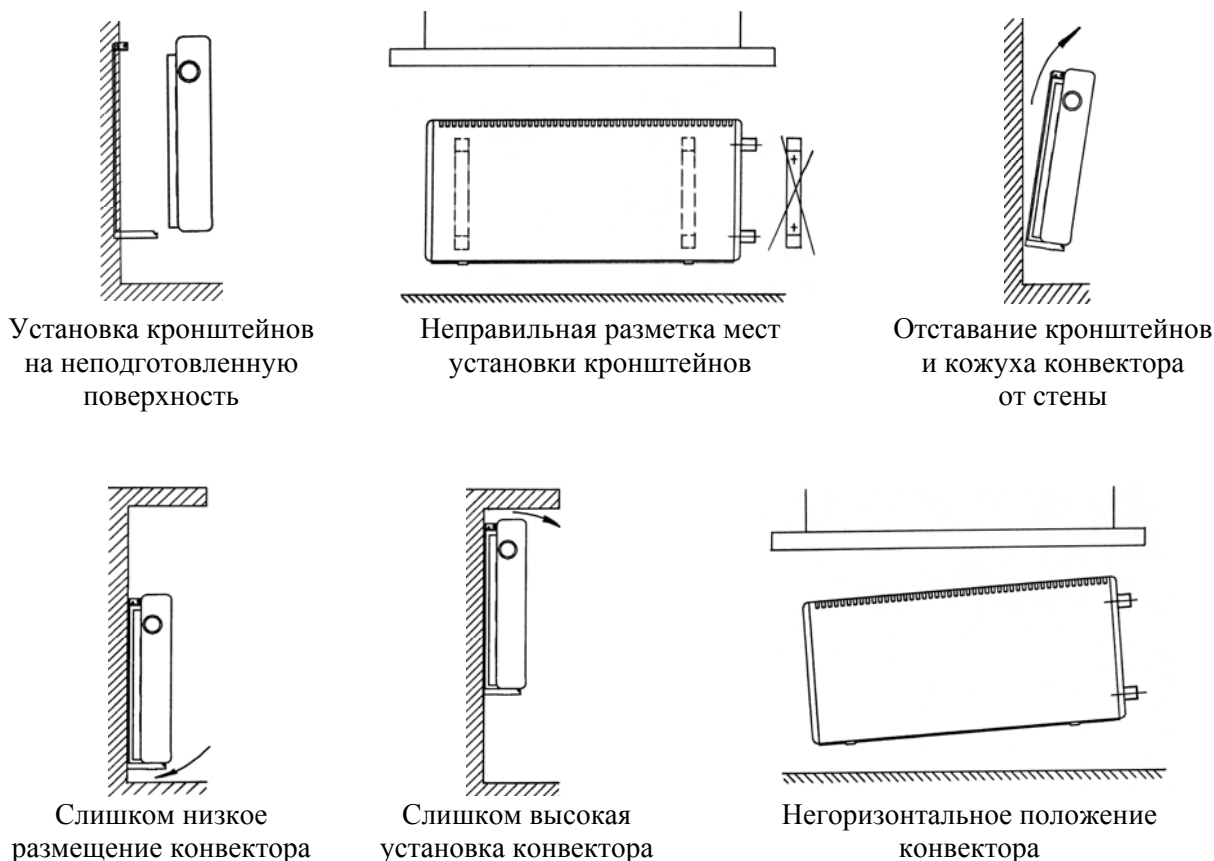

Рис. 6.5. Случаи неправильной установки конвекторов «Изотерм»
2.8. При монтаже настенных конвекторов следует избегать неправильной установки конвектора (см. рис. 6.5.):